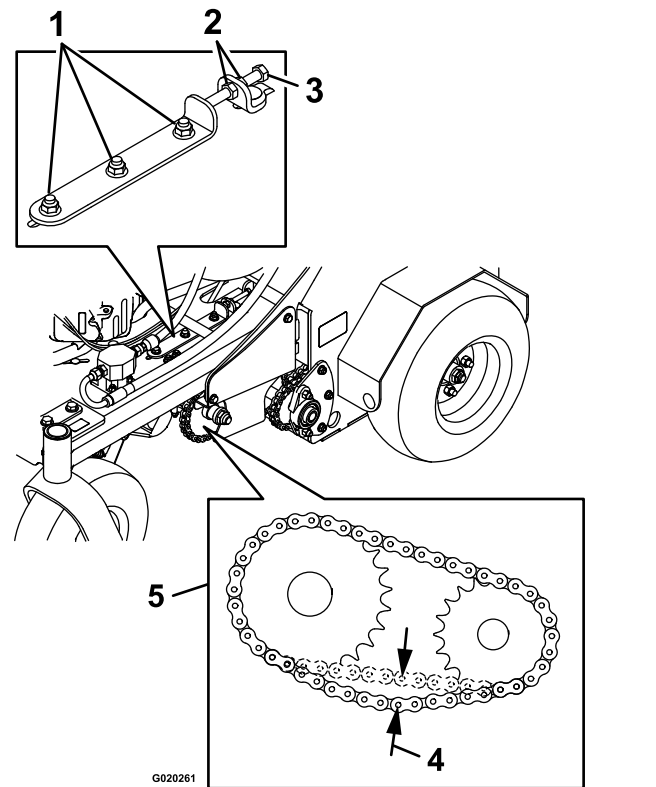

Figura 54
4. En cada lado de la máquina, afloje las 3 tuercas y pernos que sujetan el soporte de la transmisión y la placa del tensor, y las 2 tuercas que sujetan el perno de ajuste a la placa del tensor, según se muestra en la Figura 54.